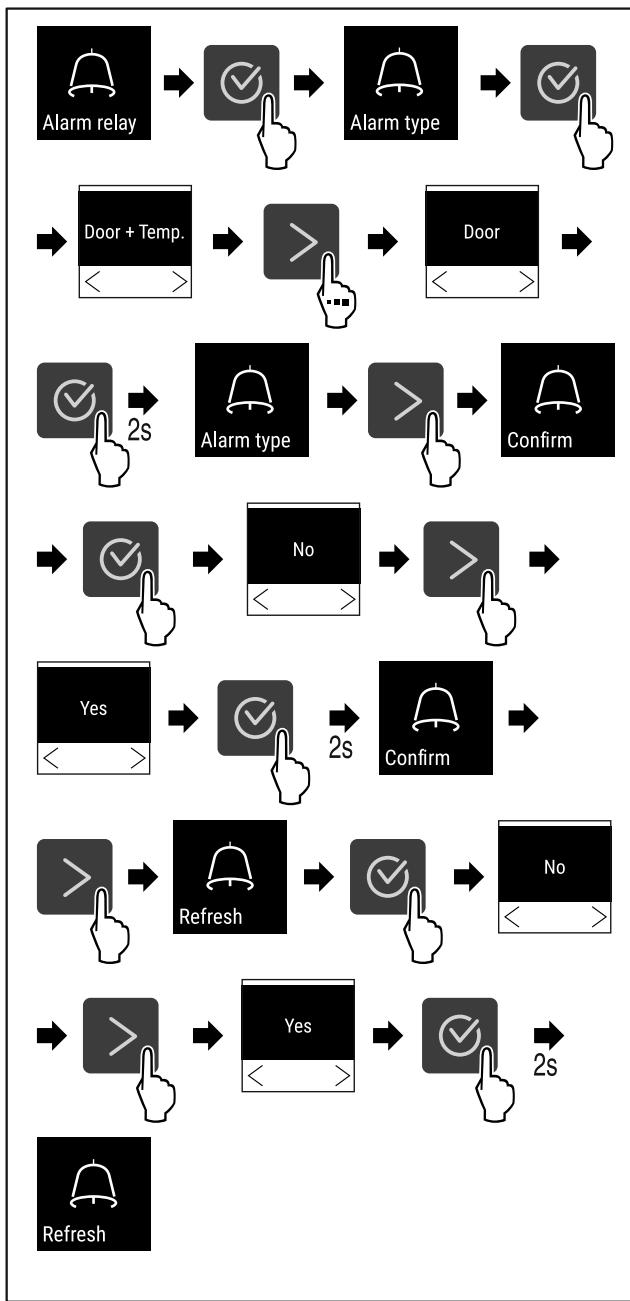

Fig. 110
- Провести етапи операцій (див. Fig. 110) .